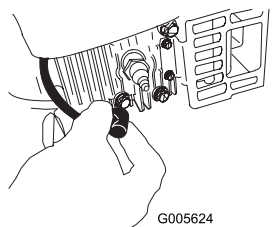

Figura 24
2. Desconecte el cable de la bujía y engánchelo en el poste de retención (Figura 24) antes de realizar cualquier procedimiento de mantenimiento.